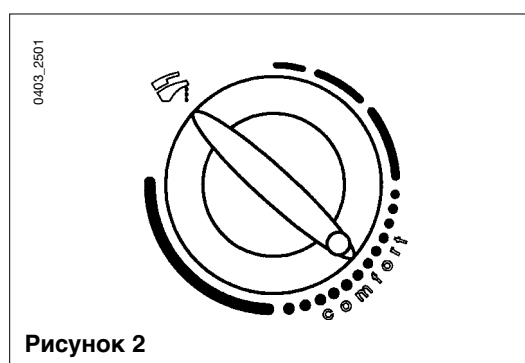

Рисунок 2
**Для экономии энергии рекомендуется устанавливать ручку в положение “—комфорт—” (рисунок 2). Зимой вероятно потребуются увеличить температуру воды ГВС относительно нужной величины.**